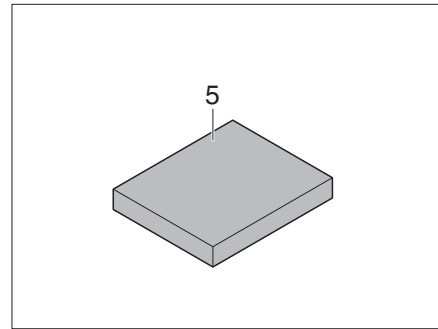

Bild 197 Extradyna
- Lägg extradynan (Bild 197,5) i mitten av bordet.